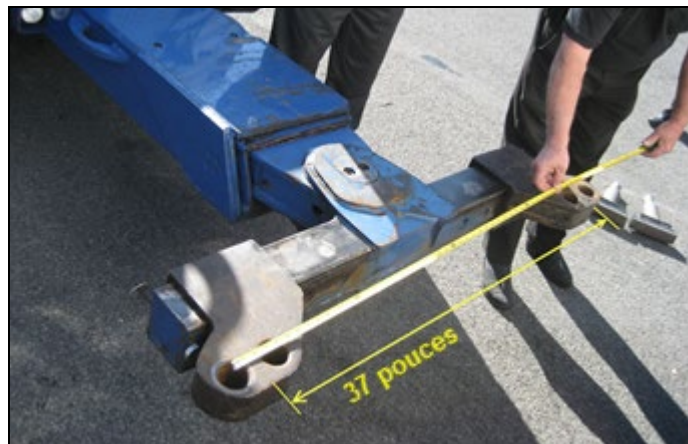

FIGURE 29
*Distance centre en centre entre l'oeillet de remorquage: 37 pouces. (Figure 29)*